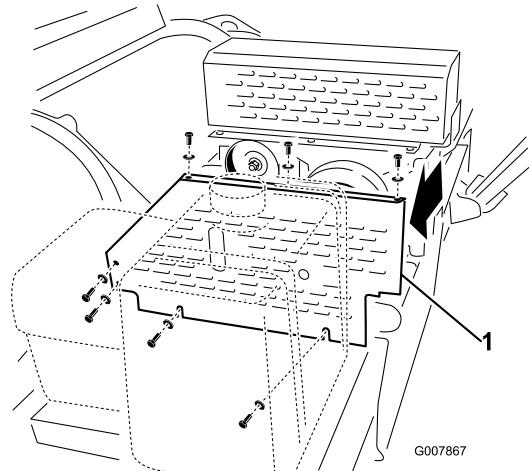

Figura 54
1. Retire a cobertura da correia (Figura 54).